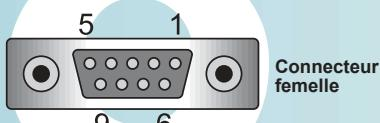

Fig. 18
■ L'onduleur SunEzy est équipé en série d'une interface RS232, permettant l'accès aux données de l'onduleur à partir d'un PC via le logiciel SunEzy Control fourni. Cette liaison est accessible en retirant le cache RS232 sur la face inférieure de l'appareil. Il s'agit d'une prise DB9 (Fig. 18), dont la définition des broches est spécifiée sur le tableau ci-dessous.